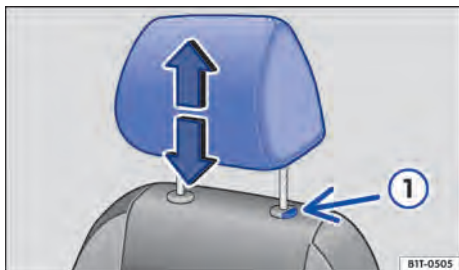

Fig. 39 Ajustar o apoio para cabeça.
- Empurrar o apoio para a cabeça para cima na direção da seta ou para baixo com a teta ⇒ Fig. 39  pressionada ⇒ .